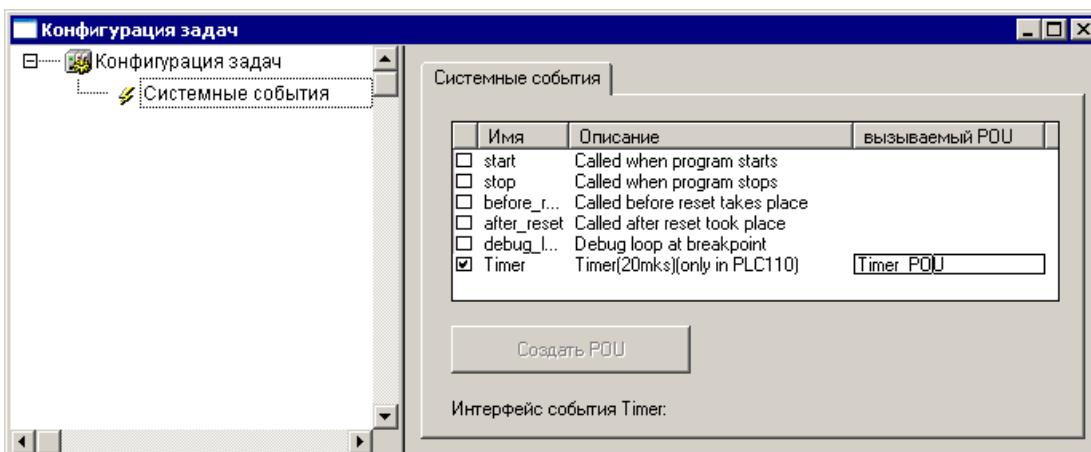

Рисунок 9.2 – Окно режима «Конфигурация задач (Task Configuration)»
- 5) Для подключения POU к прерыванию таймера следует перейти в режим «Конфигурация задач (Task Configuration)» ПО CoDeSys; для входа в режим следует перейти на вкладку «Ресурсы» Организатора объектов ПО и выбрать строку «Конфигурация задач (Task Configuration)». Откроется окно режима (см. рисунок 9.2).